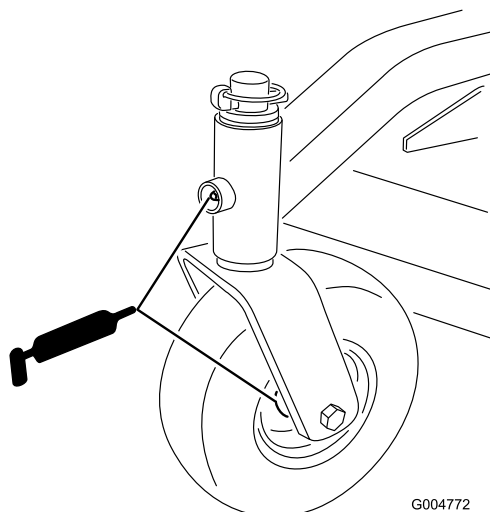

Figura 15
- casquillos de los ejes de las ruedas giratorias delanteras (Figura 15)
- cojinetes de las ruedas giratorias delanteras y traseras (Figura 15)